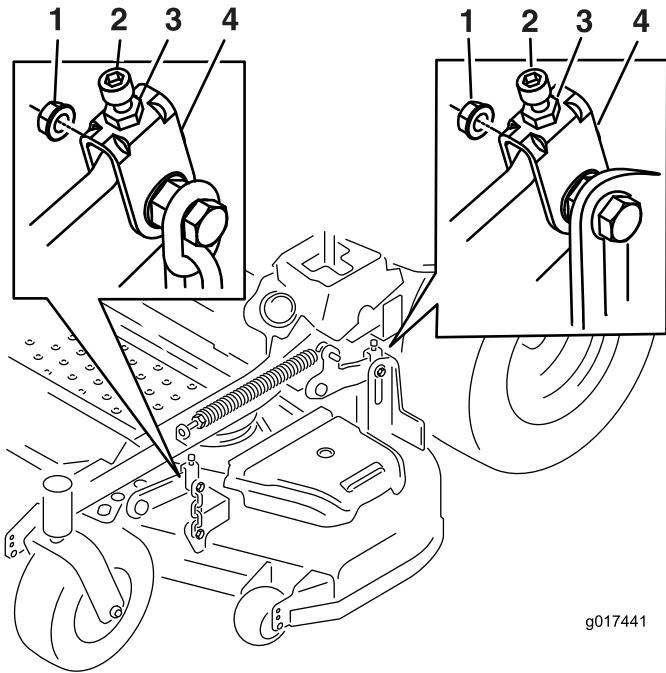

図 71
10. 必要であれば、ヨーク側面についているウイズロックナットと上部のジャムナットをゆるめる。所定の高さ（7.6 cm）が達成されるように調整ねじを使って微調整を行う（図 71 を参照）。
16. 所定の高さ(8.3 cm)が達成されるように調整ねじを使って微調整を行う(図 71)。高さを大きくするには調整ねじを右に回し、小さくするには左に回す。